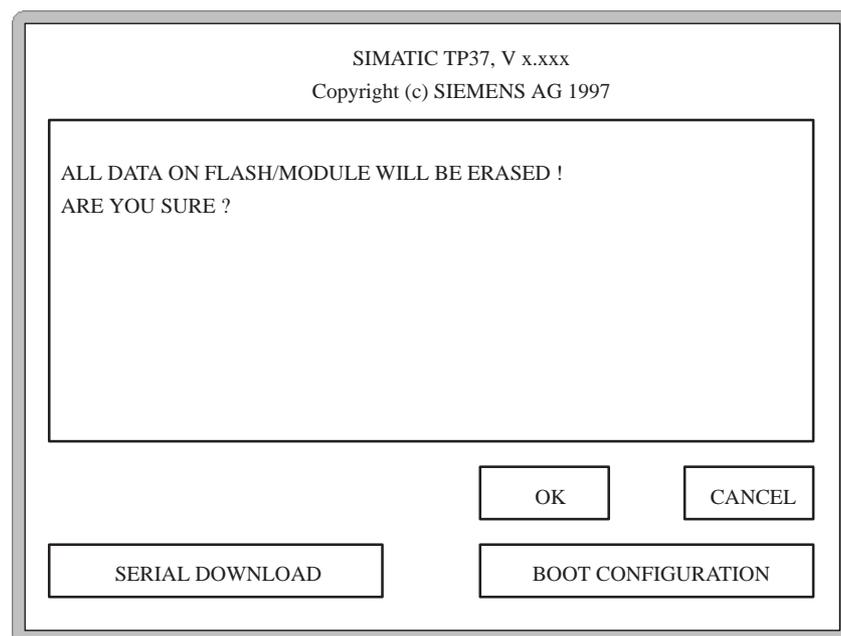

Figura 9-1 Impostazioni nella fase di avviamento (esempio: cancellare il flash)
1. Toccare, nella fase di avviamento del Touch Panel, l'angolo superiore sinistro dello schermo. Viene visualizzato il menù rappresentato nella figura 9-1, seguito dalla prima domanda di sicurezza.